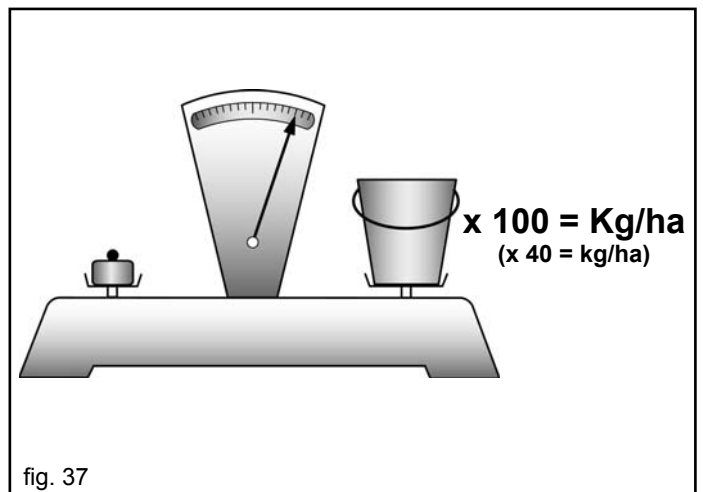

fig. 37
- 7) Pesare la quantità di seme raccolto nelle vaschette e moltiplicarlo per 100 o per 40 in base alle rotazioni compiute, il valore ottenuto sarà la quantità in chilogrammi distribuita per ettaro (Fig. 37).